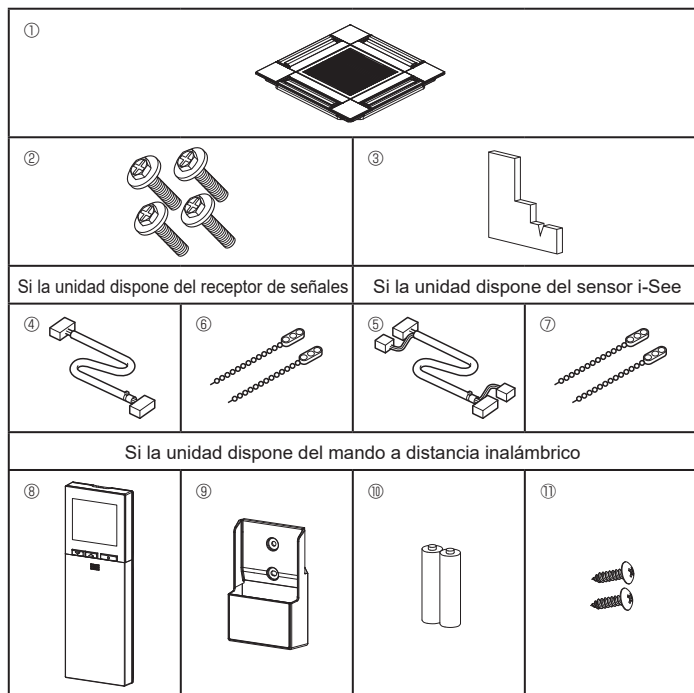

Fig. 5-1
5.1. Comprobación de los accesorios de la rejilla (Fig. 5-1)